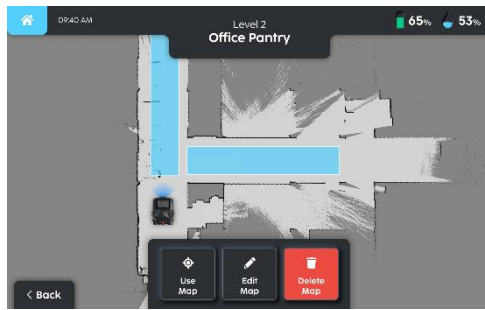

Fig. 3
3. Sélectionnez l'option "utiliser la carte" pour modifier la carte (Fig. 3).